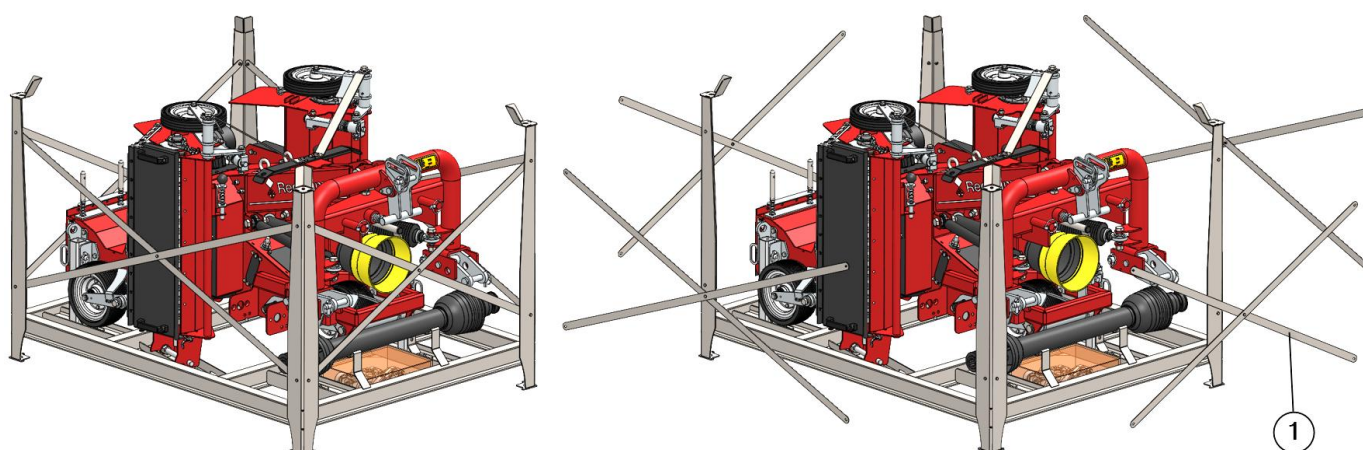
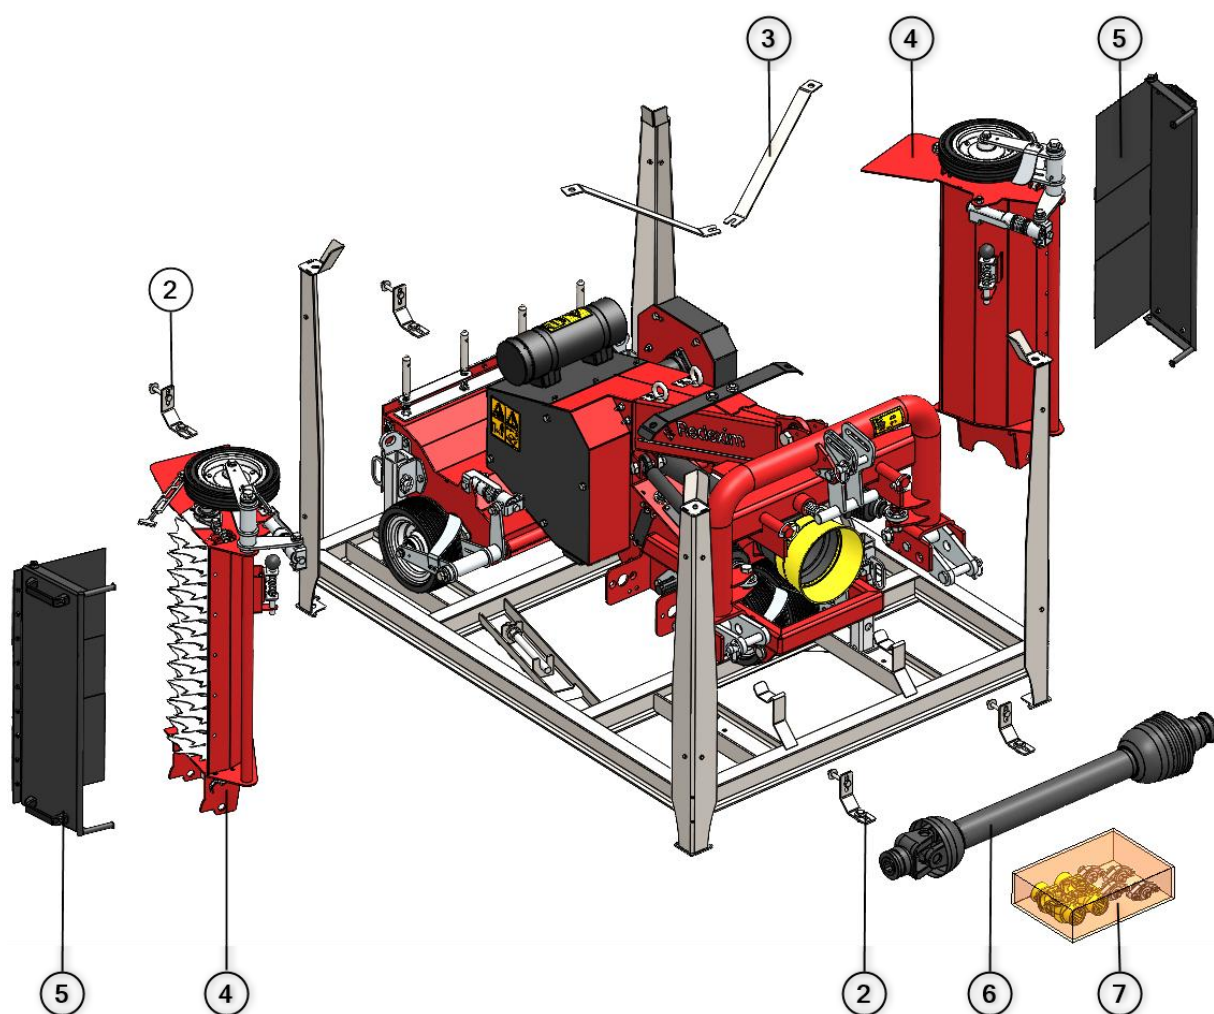
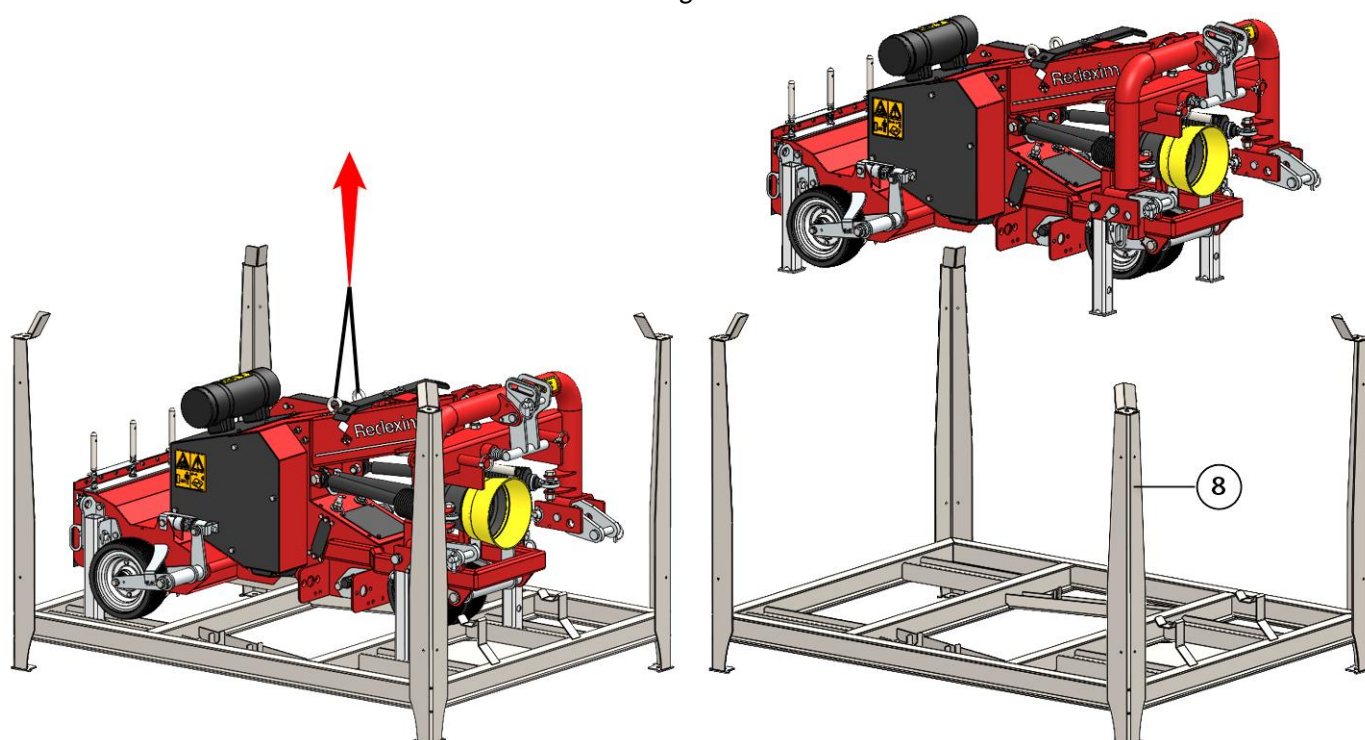

Fig. 2
Fig. 3
Fig. 4
De machine dient eerst van de pallet te worden verwijderd (zie Fig. 2, Fig. 3 en Fig. 4):
1. Verwijder de kruisstukken (1) om betere toegang te krijgen.
2. Verwijder vervolgens de steunen (2), beugels (3), wings (4) kappen (5), PTO (6) en doos met losse onderdelen (7) van de pallet.
3. Til de machine voorzichtig omhoog aan hijspunten (Fig. 4) tot net boven de pallet (8).
4. Verwijder de pallet (6) en laat de machine weer op de grond zakken.